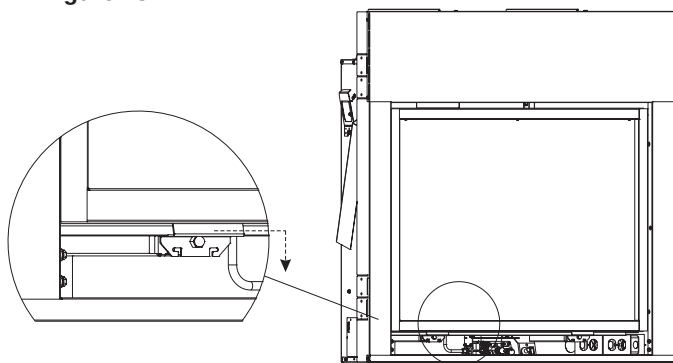

Figure 18
2. Désenclencher les loquets en les tirant vers le bas. Voir Figure 18.